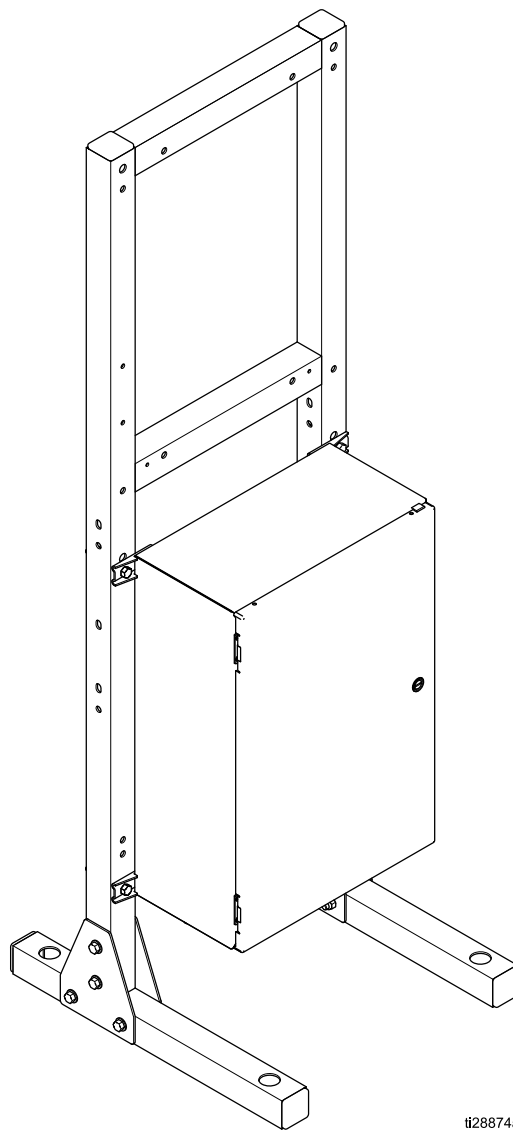

Figure 1 ProBell 电子空气控制器，图示为安装在小车（单独出售）上
2. 使用四个螺丝（随小车一起提供）将空气控制盒安装到图 1 所示的小车位置。